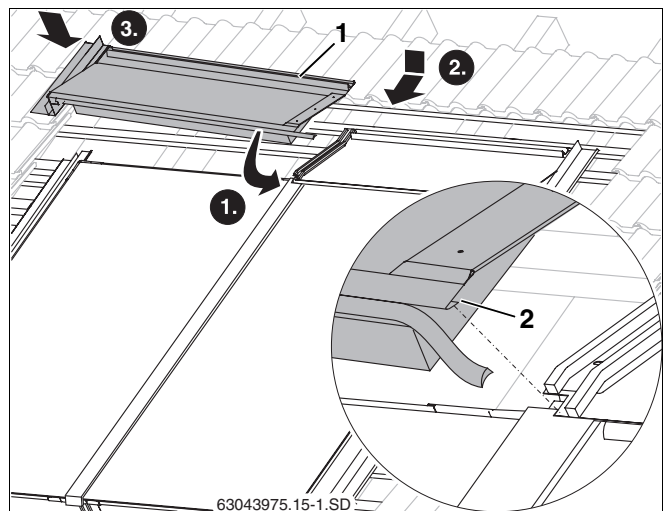

Abb. 57 Oberes linkes Abdeckblech
- Weitere obere Abdeckbleche mit den Blechfalz (Abb. 57, **Pos. 2**) in das montierte Abdeckblech einfädeln und dann an den Kollektor heranschieben.
- Das linke obere Abdeckblech (Abb. 57, **Pos. 1**) in das linke seitliche Abdeckblech einführen.
- Die Gummilippe des linken Abdeckbleches auf den Falz des rechten Abdeckbleches legen (Abb. 57, **Pos. 2**).